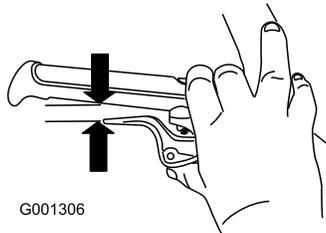

Bild 9
- Drücken Sie den Griff ganz durch. Prüfen Sie dann den Abstand, der zwischen der Unterseite des Griffs und dem Radkupplungshebelende besteht (Bild 9).